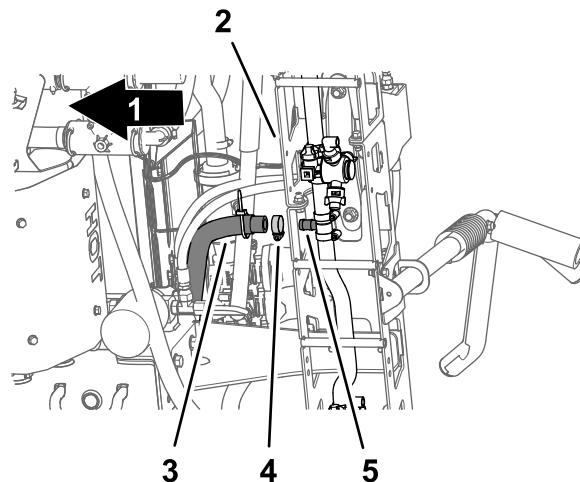

Рисунок 36
- Под средней секцией опрыскивателя снимите шланговый хомут, который крепит шланг подачи средней секции опрыскивателя к тройнику типа «елочка» (**Рисунок 36**).